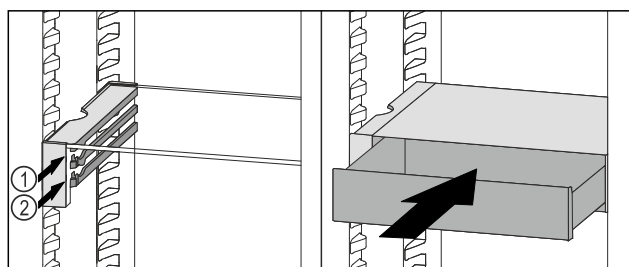

Fig. 119
- ▶ Stavite ladicu VarioSafe ukoso iza zaustavljača na željeni žlijeb Fig. 119 (1) ili Fig. 119 (2).